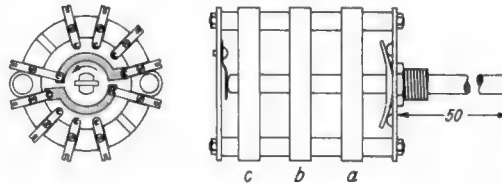

Bild 29. Meßartwähler: die drei Ebenen a, b und c haben die gleiche Kontaktanordnung. a = S 5 u. Reserve, b = S 3 und S 4, c = S 6 und S 7
- Schalter S 1...S 2 (Bereichschalter), nach Zeichnung Bild 29, 2 Schaltarme mit je 6 Schaltstellungen (Mayr)
Bereichschalter und Meßartwähler wurden aus den Einzelteilen eines Mayr-Schalterbaukastens nach Bild 29 und 30 zusammengesetzt. Bei der Verdrahtung ist darauf zu achten, daß S 6 und S 7 auf eine Ebene zu liegen kommen. Auf diese Weise wird vermieden, daß die positive Anodenspannung auf die am Gitter liegenden Segmente S 3 bis S 5 gelangen kann.